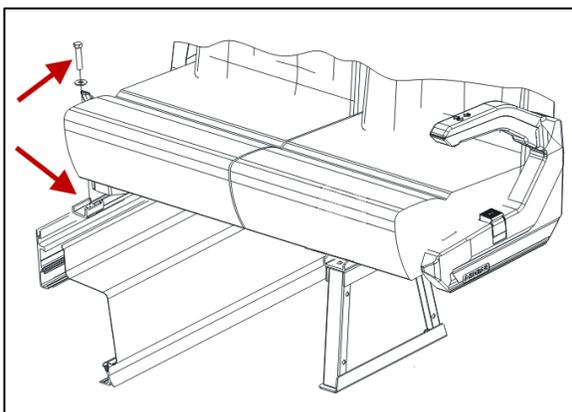

FIGURE 7
10. Desserrer les vis (2) sur le rail de la paroi latérale (Figure 7). Il n'est pas nécessaire de démonter au complet les vis, mais seulement les desserrer pour pouvoir détacher les attaches sur le rail.